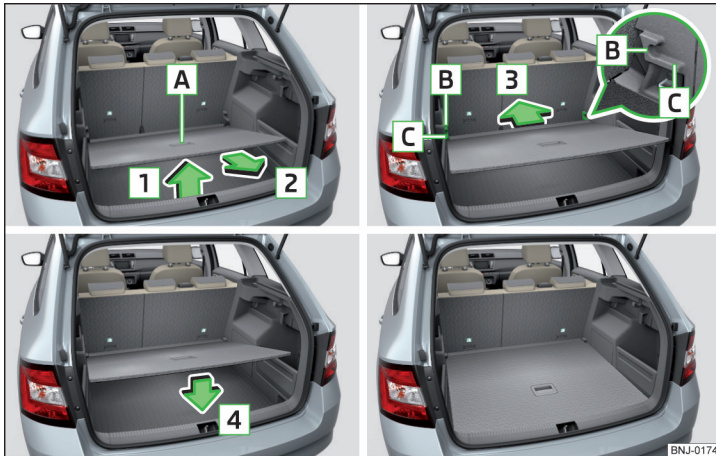

Fig. 91 Reglarea podelei variabile în poziția superioară
- Prindeți podeaua variabilă de mânerul **A** » fig. 91.